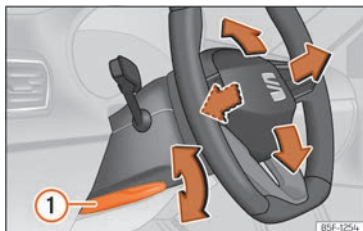

Abb. 71 Hebel auf der linken unteren Seite der Lenksäule.
• Hebel »» (Abb. 71) ① nach unten schwenken, Lenkrad in die gewünschte Position bringen und Hebel wieder bis zum Schließpunkt nach oben drücken.
• Den Hebel »» (Abb. 71) ① nach dem Einstellen immer fest nach oben schwenken, damit das Lenkrad während der Fahrt nicht unbeabsichtigt seine Position verändert.